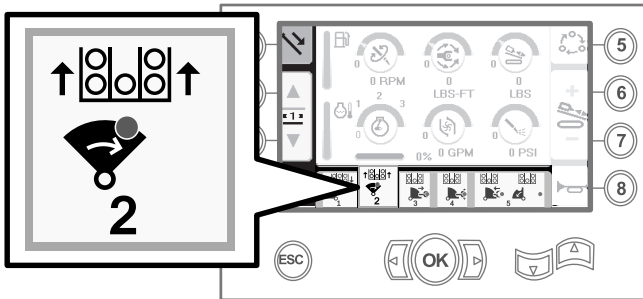

Figure 28
- Relâchez l'interrupteur à bascule pour passer à l'étape suivante dans la séquence (Figure 28).